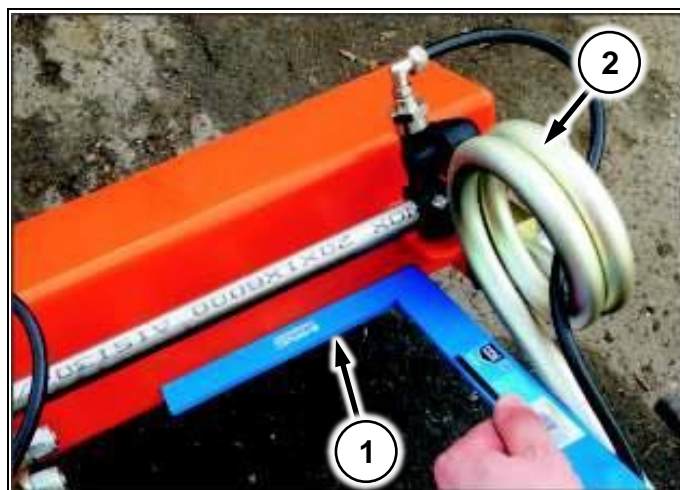

Рис. 159
2. Поднесите угольник (Рис. 159/1) к плоскости консоли
3. Поверните пружину в замке (Рис. 159/2) так, чтобы она стала параллельна угольнику.